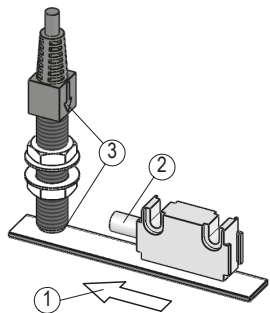

Abb. 6: Definition der Zählrichtung
- ▶ Auf richtige Ausrichtung des Magnetsensors achten, damit die optimale Abtastung gewährleistet ist (siehe **Abb. 6**).